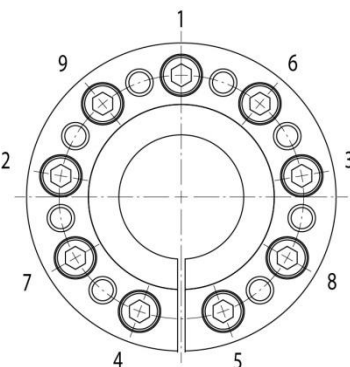

Figure 5
6. Utiliser une clé Allen manuelle et suivre l'ordre montré Figure 5. Serrer les vis CHC (5) petit à petit afin d'obtenir une tension de pose uniforme.
7. S'assurer que la bride (1 ou 9) est alignée. Cela peut être fait grâce à un contrôle de concentricité avec un comparateur ou en mesurant la distance entre la bague avant (2) et arrière (3) grâce à une jauge de profondeur à travers un des trous d'extraction. Une tolérance de concentricité de 0.01mm par 100mm de diamètre de bride doit être tenue.